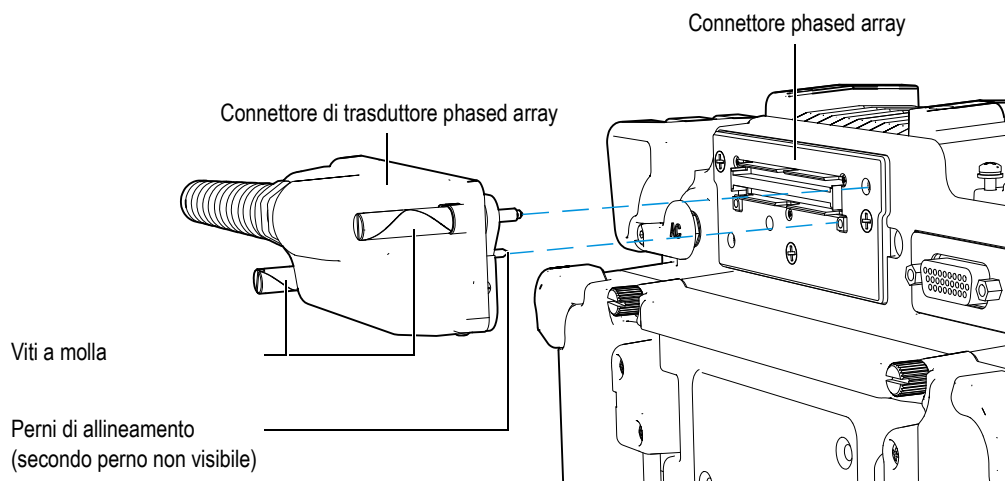

Figura 1-8 Connettori per trasduttori phased array
L'EPOCH™ 1000iR e l'EPOCH 1000i sono dotati nella loro versione standard di un connettore di trasduttori phased array situato nella parte posteriore dello strumento (vedi Figura 1-8 alla pagina 30).
Il connettore di trasduttori phased array è dotato di due perni di allineamento per permettere la corretta connessione ad ogni trasduttore phased array (vedi Figura 1-8 alla pagina 30). Due viti a molla mantengono correttamente in contatto il trasduttore phased array con il connettore dello strumento. Esse dovrebbero essere sempre completamente avvitate prima di utilizzare il trasduttore.
1. Allineare i due perni di allineamento del trasduttore phased array con i fori del connettore dello strumento (vedi Figura 1-8 alla pagina 30).